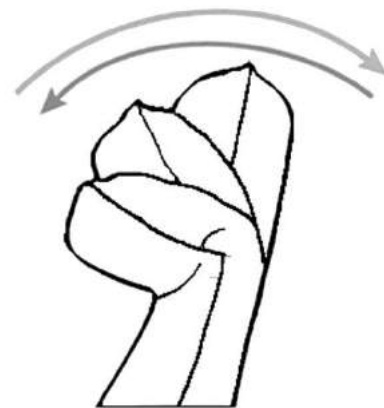

図3 B 背もたれの角度調節
【角度を上げる場合】背もたれと脚部は直角に近い方向へ順に動かします。(図3、図4参照)
<p>①座面を両膝で押さえて、背もたれをリクライニングします。このとき膝がパイプやギヤに当たらないようご注意ください。</p>  <p>図1 図2</p>	<p>②背もたれの上の部分を両手で持ち、手前に引きつけたあと、ヘッドレスト部を上から押すように操作してリクライニングします。</p>  <p>図3 図4</p>
側面図3
斜図3